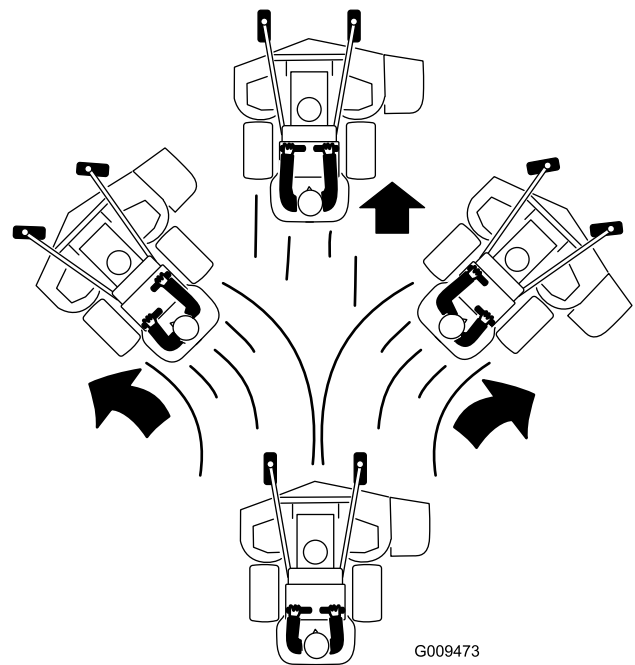

Bild 21
3. Schieben Sie die Fahrtriebshebel langsam nach vorne (Bild 21).